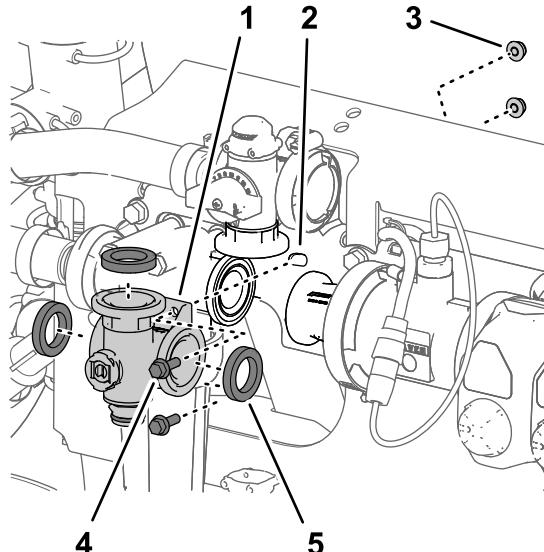

Bild 124
3. Entfernen Sie die zwei Bundkopfschrauben ($\frac{1}{4}$ " x $\frac{3}{4}$ ") und die zwei Sicherungsbundmuttern ($\frac{1}{4}"), mit denen der Rührwerkventilverteiler an der Ventilstütze befestigt ist (Bild 124).$
4. Nehmen Sie den Rührwerkventilverteiler und die Dichtungen von der Maschine ab (Bild 124).